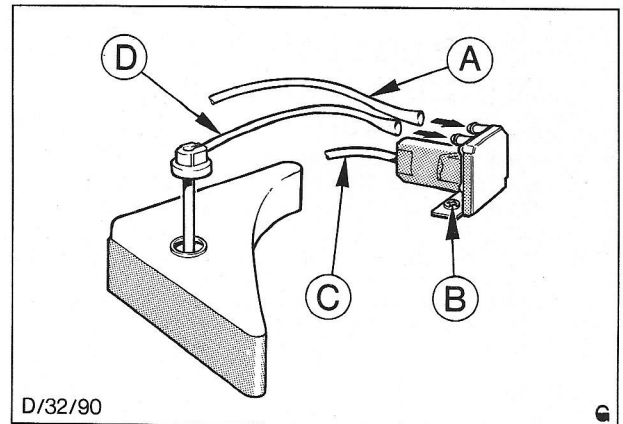

Fig.45. A - Naar voorruit
3. Verwijder de slangen A en D van de pomp. Fig. 45.